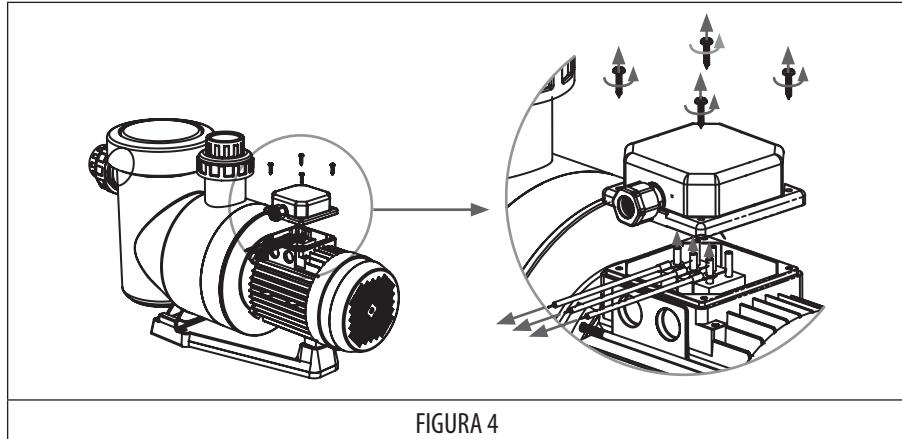

FIGURA 4
1. Desenrosque los tornillos para abrir la caja de conexiones. (FIGURA 4)